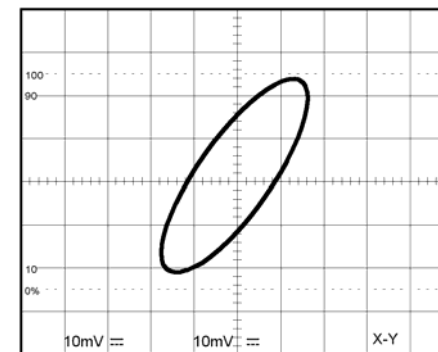

图 5-7 典型单个 X-Y 显示
使用 X-Y 模式来比较两个信号和相位, X-Y 波形显示不同的振幅、频率、相位, 图 5-7 所示为两个相同频率和振幅所组成的波形, 但约有 45° 相位差。
3. 按 X-Y 钮, 设定 X-Y 操作模式 (如下图 5-7 所示)